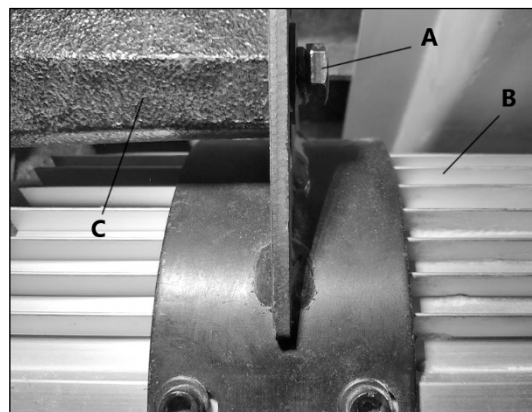

Рисунок 37.
- Ослабьте болт А (рис. 37), фиксирующий положение двигателя В на кронштейне С.